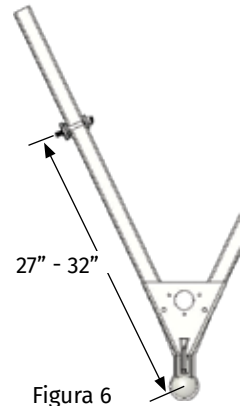

Figura 6
1. Instale los conjuntos de soporte entre 27" y 32" desde el centro del acoplador. (Figura 6) Este rango debería permitirle evitar la mayoría de las obstrucciones en la lengüeta del remolque, como los soportes de la batería o los tanques de propano.